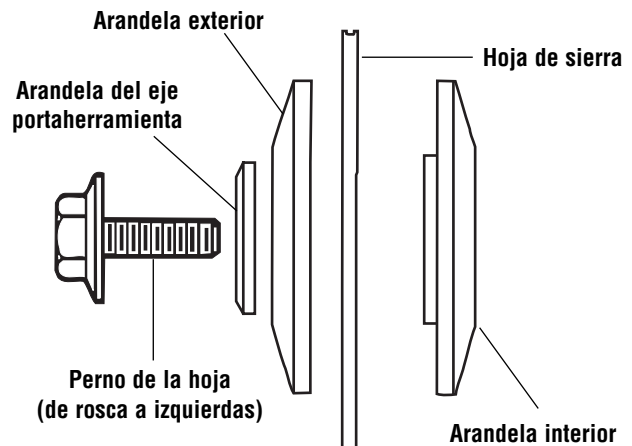

Figura 2. Herrajes de la hoja
5. Quite el perno de la hoja, la arandela del eje portaherramienta, la arandela exterior y la hoja. No es necesario quitar la arandela interior (Figura 2).